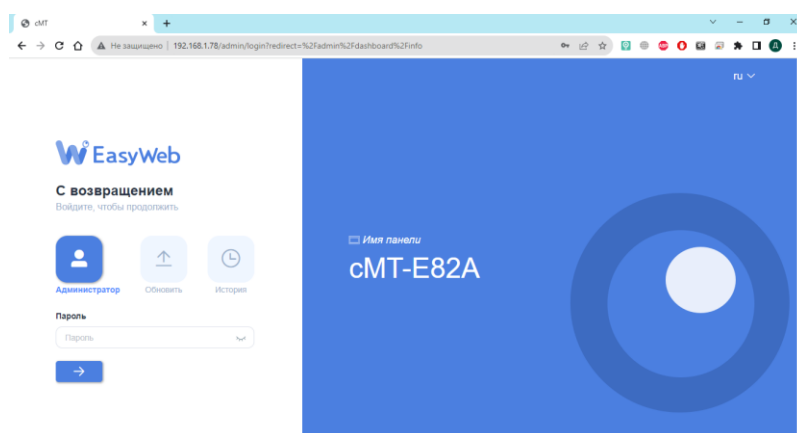

Рисунок 4.26 – Web-интерфейс панели оператора БС
2. В поисковой строке Веб-браузера ввести IP-адрес панели оператора, установленный в п.п. 4.2.1 и нажать «Enter» на клавиатуре АРМ администратора (рисунок 4.26).